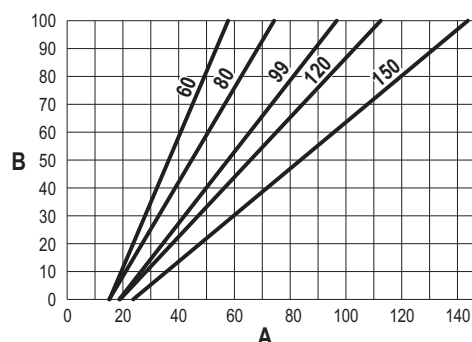

рис. 75
- Используйте **контекстные клавиши 1 и 2** для увеличения или уменьшения теплопроизводительности (минимальная = 00, максимальная = 100). См. диаграмму "Регулировка теплопроизводительности" (рис. 75).